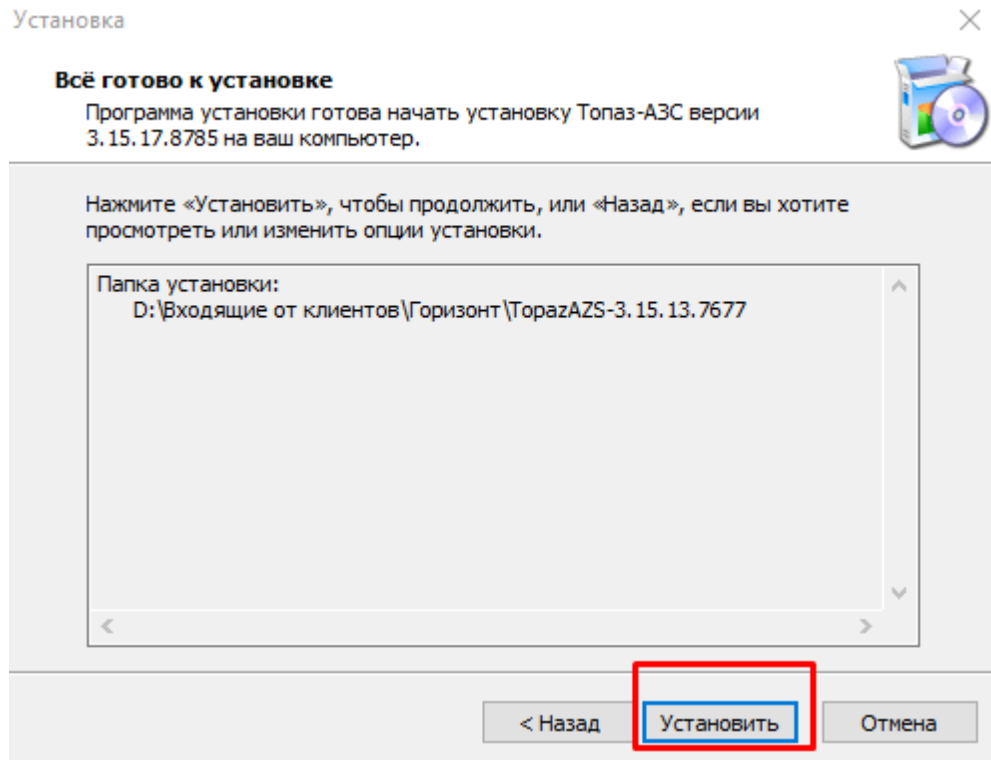

Рисунок 11.
10. Нажмите кнопку "Установить" (рисунок 11);